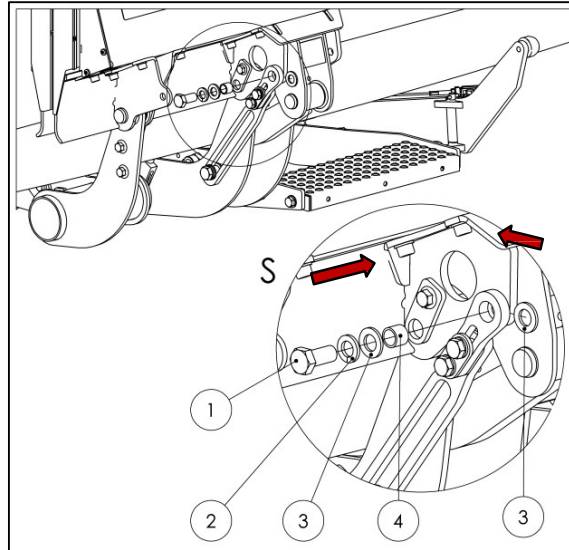

Fig. 65
- Monte el tornillo (1) para la traba de la plataforma, incluida la arandela de resorte (2), las arandelas (3) y el manguito (4), en el cojinete de la plataforma (vea la Fig. 65).